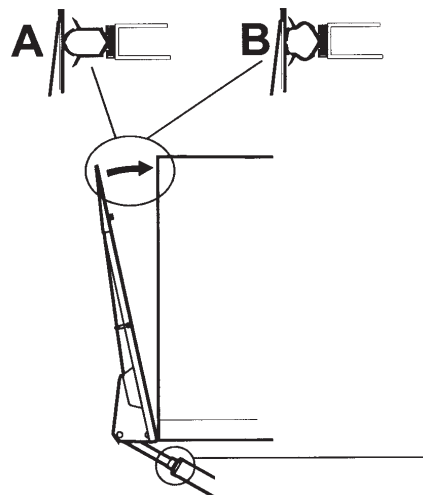

Bild 44. Justering av anliggning mot påbyggnad
4. Vrid justerhylsan så att lyftbryggan går precis mot tätningen på påbyggnationen. Bild 44.
9. Justera båda cylindrarna växelvis så att bryggan går mot påbyggnationen. Se Bild 44 (B).